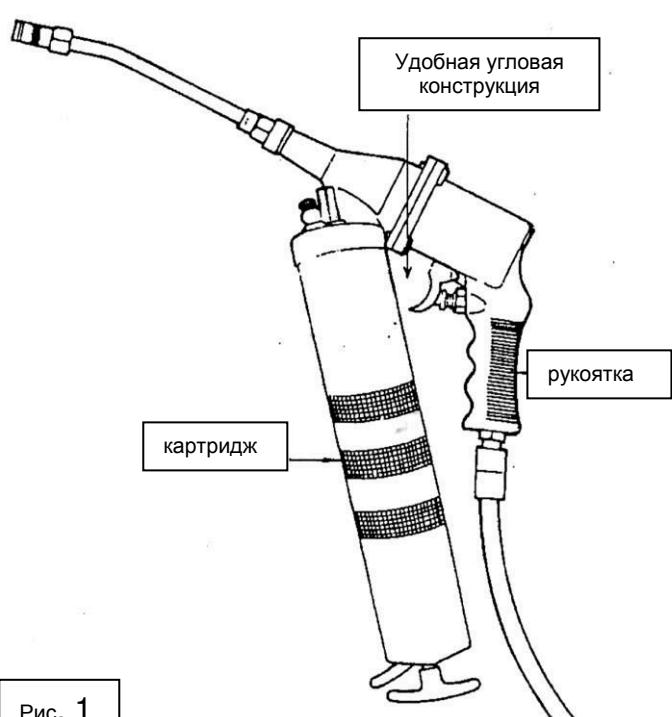

Рис. 1
- Удобная конструкция уменьшает нагрузку на руки при работе с пневмошприцем. (рис.1)
- Благодаря небольшим габаритам и длинному патрубку возможно использование пневмошприца в труднодоступных местах. (рис.1)